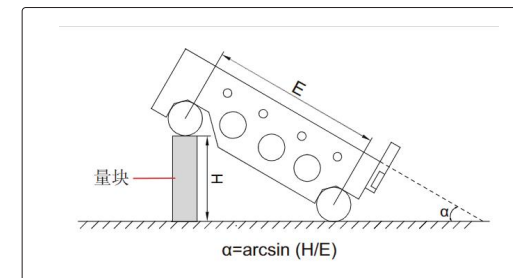

Abb.2
- Wie in Abbildung 2 dargestellt, berechnen Sie gemäß der erforderlichen Winkelnach der Formel: